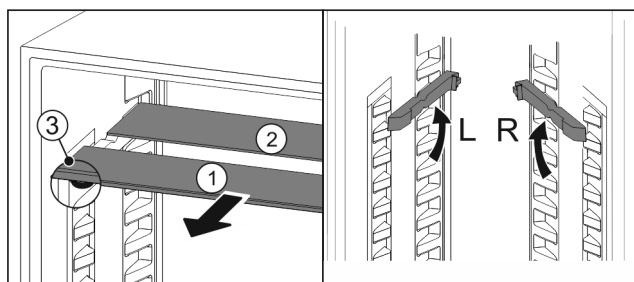

Fig. 99
- По одной извлеките Fig. 99 (1) стеклянные панели движением вперед.
- ▷ Стеклянная панель Fig. 99 (1) с декоративной планкой лежит спереди.
- ▷ Стопоры Fig. 99 (3) показывают вниз.